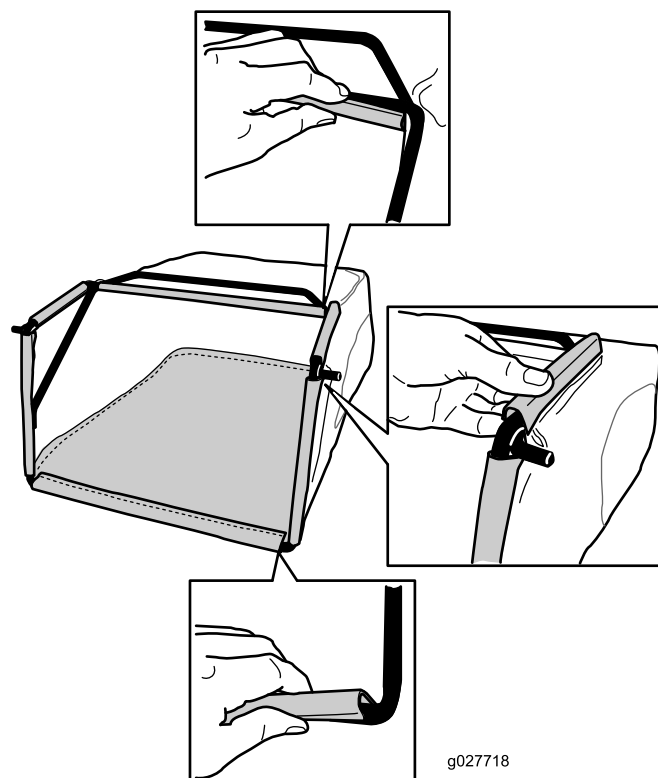

Bild 8
3. Haken Sie die oberen und seitlichen Kanäle des Grasfangkorbs an der Oberseite und der Seite des Rahmens ein (Bild 8).
2. Haken Sie den unteren Kanal des Grasfangkorbs an der Unterseite des Rahmens ein (Bild 8).